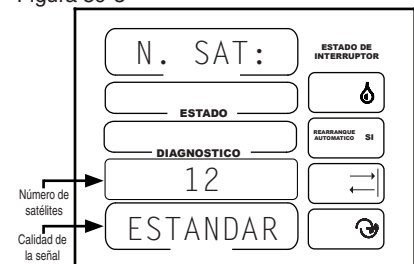

Figura 59-4
1. N. SAT: , se visualizará el número de satélites y la calidad de la señal del satélite. Vea la Figura 59-4.